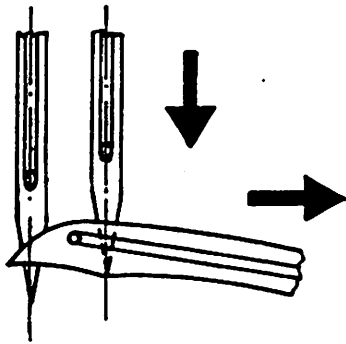

Fig. 16
3. Sulle teste a punto ornamento tipo 171 e 173, la punta dell'ago interno, durante la sua discesa, deve coincidere con il punto di convergenza delle due linee che formano il profilo inferiore della lama del crochet (fig. 16)
3. On 171 and 173 interlock stitch machines the point of the inside needle, during the downward movement of the needle, must coincide with the point of convergence of the lines forming the lower outline of the looper blade (fig. 16).